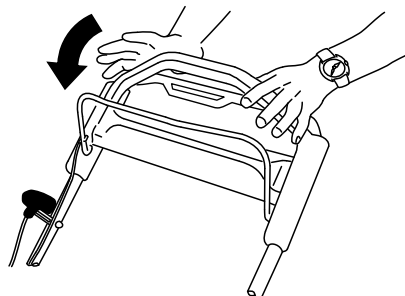

Рисунок 22
Отпустите штангу управления ножом (Рисунок 22).
- Если не установлена задняя выпускная заглушка, возьмите ее за рукоятку, поднимите задний отражатель и вставьте ее в желоб заднего выброса, пока защелка не зафиксирована на месте, см. Рисунок 22.